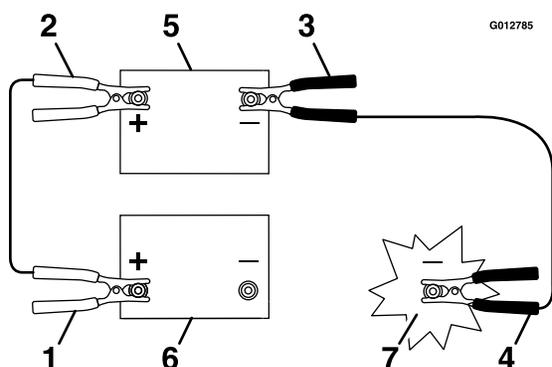

Figure 69
- Connectez le câble positif (+) à la borne positive (+) de la batterie à plat qui est reliée au démarreur ou au solénoïde, comme montré à la Figure 69.